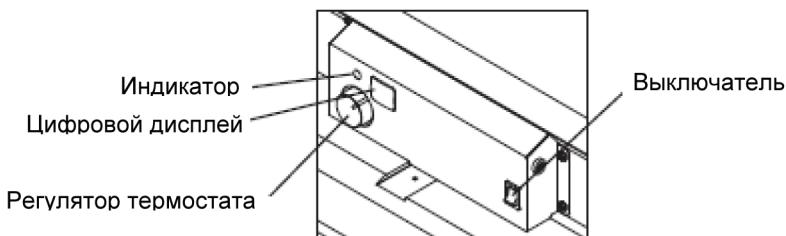

Рис. 8
3. Установите нужную температуру регулятором термостата (рис. 8);
1. Переведите выключатель пушки в положение «Выкл.» (рис. 8). В этот момент прекратится подача топлива на форсунку, пламя погаснет и начнется автоматический процесс охлаждения камеры сгорания, при котором некоторое время будет работать вентилятор, охлаждая пушку. На цифровом табло будет отображаться «СС». Процесс охлаждения пушки остановится автоматически.